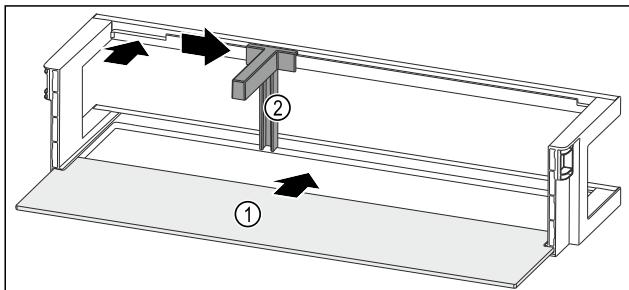

Fig. 96 Дверная полка со съемной полкой
- Вдвиньте съемную полку Fig. 96 (1) в боковые пазы.
- Установите держатель для бутылок Fig. 96 (2) в выемку.
- Сместите держатель для бутылок Fig. 96 (2) в нужное положение в сторону.